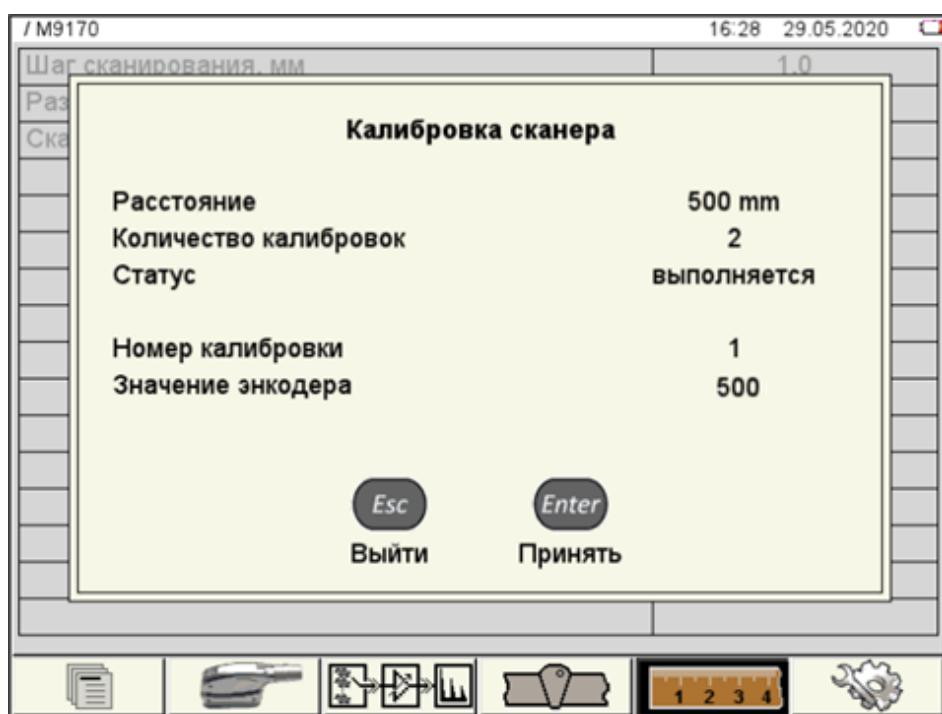

Рисунок 37
– Нажать клавишу **Enter** (Начать), при этом индикаторы на корпусе прибора начнут одновременно мигать, показывая, что необходимо перемещение сканирующего устройства между метками. Начать перемещение сканирующего устройства в выбранном диапазоне. При достижении конечной метки нажать клавишу **Enter** (Принять) (рисунок 37) – индикаторы горят постоянно.